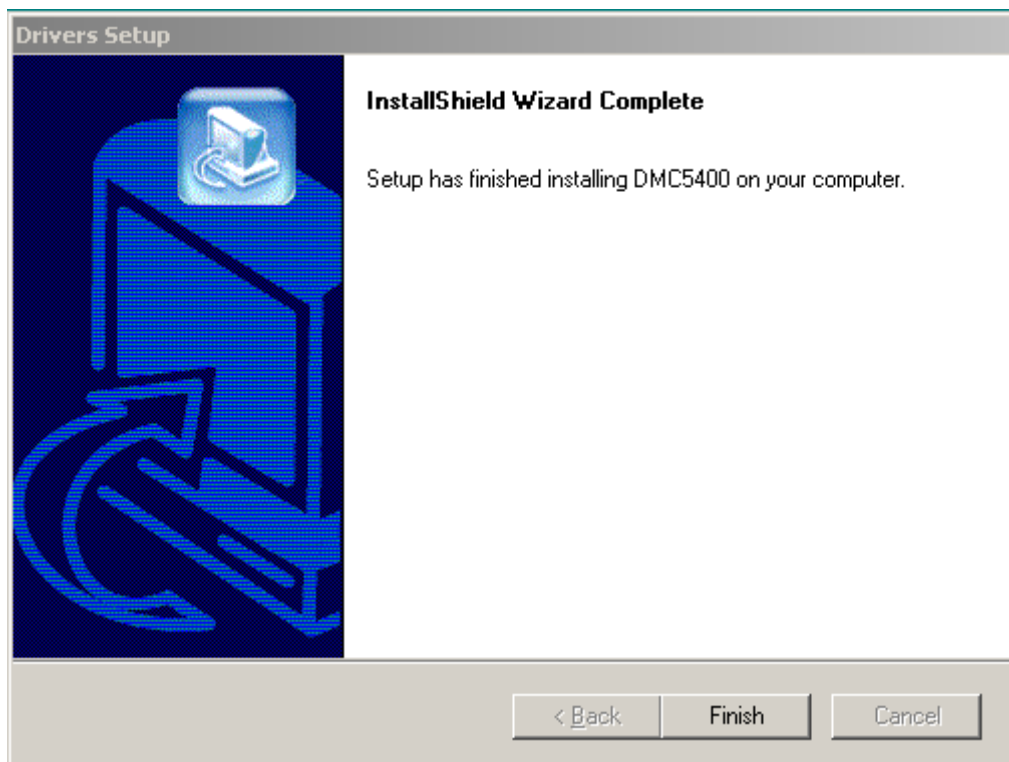

图 5-7 完成 leisai driver 安装
8. 安装应用程序：双击光盘中 drive.exe，根据指导完成安装，直到完成安装，单击 Finish，参见图 5-7。